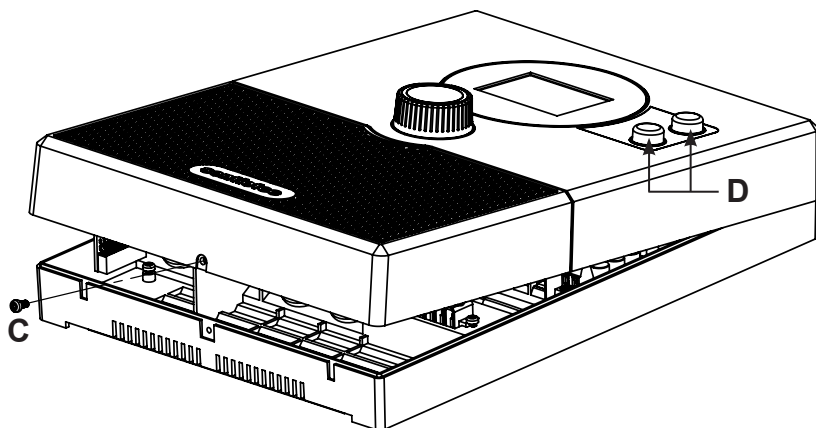

**Afb.1 Positie van de ophangconstructie en de montageopeningen
1. Draai twee spaanplaatschroeven (3 x 25 mm) op een hoogte van ongeveer 1,70 m tot op een afstand van 7 mm in de saunawand. De twee schroeven moeten 156 mm van elkaar verwijderd zijn (zie **Afb.1**).
4. Hang de saunabediening met behulp van de ophangconstructie **A** aan de gemonteerde kruiskopschroeven (zie **Afb.1**).
5. Draai twee spaanplaatschroeven (3 x 25 mm) in de onderste bevestigingsopeningen **B** (zie **Afb.1**).